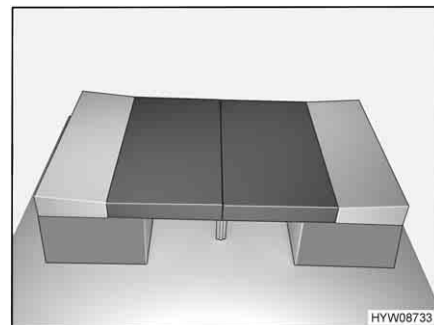

Fig. 95 Dopo la trasformazione
- Posizionare i cuscini dello schienale tra i cuscini del divano e la parete esterna (vedi Fig. 95).